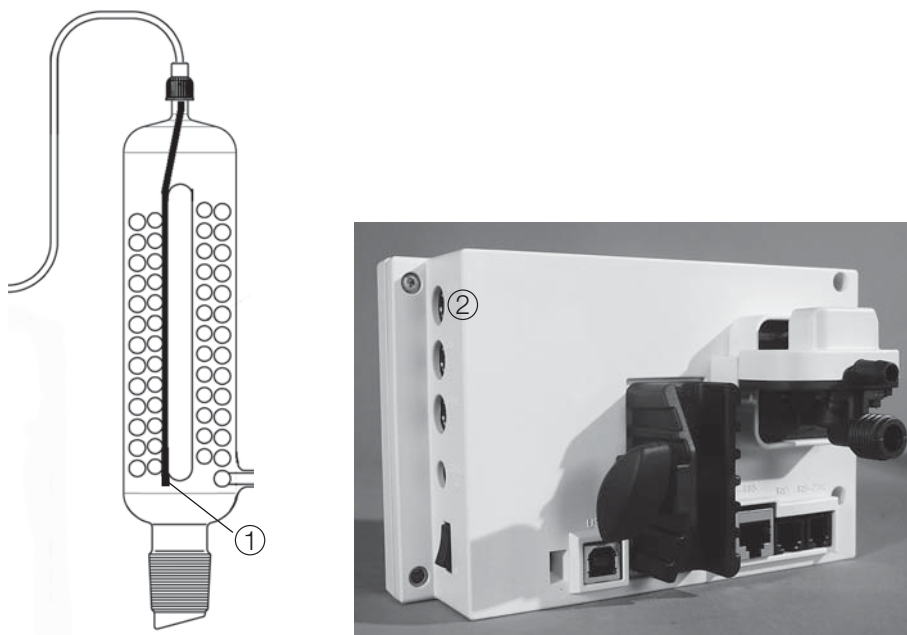

Fig. 5.3: Installation de la sonde AutoDest
- Positionnez la sonde comme indiqué dans la fig. 5.3. Assurez-vous que l'extrémité de la sonde correspond à la position ① dans la fig. 5.3.
- Enfichez le câble de la sonde AutoDest dans la prise AS/SB du régulateur (position ② dans la figure en haut).